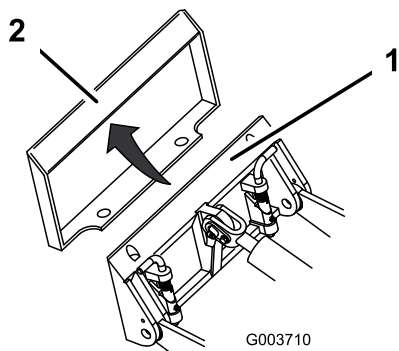

Figure 21
4. Placez la plaque de montage dans le bord supérieur de la plaque réceptrice de l'accessoire (Figure 21).